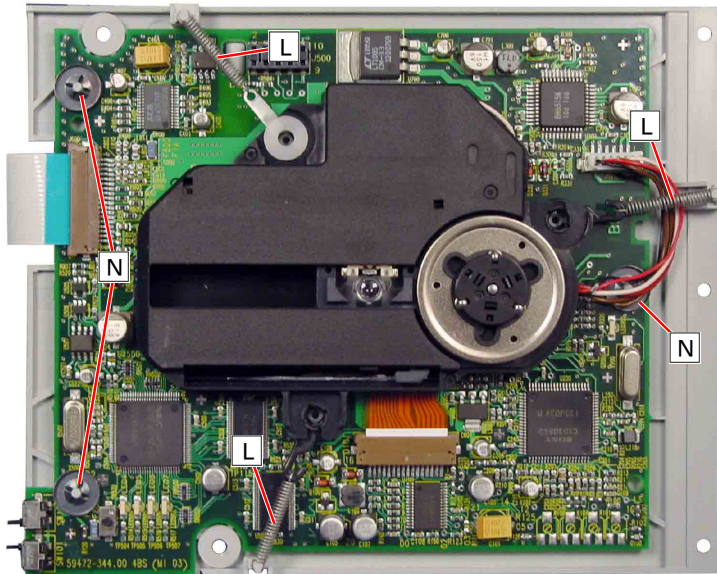

Fig. 9
8. Pick-Up-Einheit ausbauen (Fig. 9)
- 3 Federn **L** aushängen (Fig. 9) und Pick-Up-Einheit abnehmen.
- 3 Wellensicherungen **N** (Fig. 9) austrasten und Leiterplatte abnehmen.
8. Removing the Pick Up Unit (Fig. 9)
- Unhinge 3 springs **L** (Fig. 9) and take off the Pick Up Unit.
- Unlock 3 Spindle Lock Washers **N** (Fig. 9) and remove the PCB